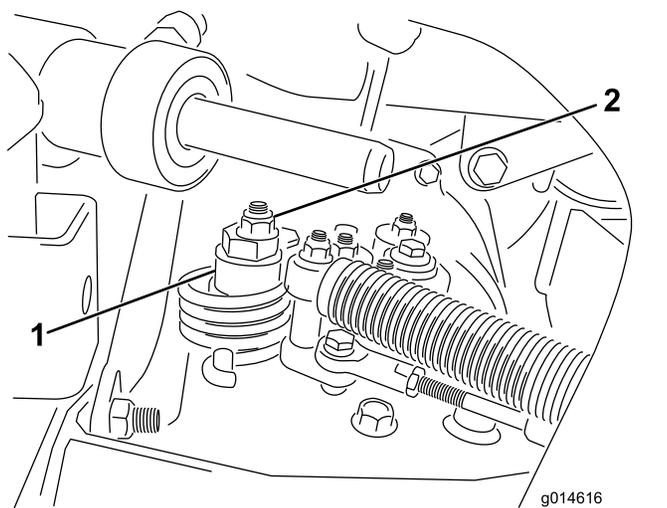

図 47
- A. 偏芯ナットを hidrostat 上部に止めているナットをゆるめる 図 47。
- C. どちらにも車輪が回らないように偏芯ナットを回して調整する。調整ができれば固定ナットを締める 図 47。スロットル SLOW および FAST 位置で調整が正しいことを確認する。